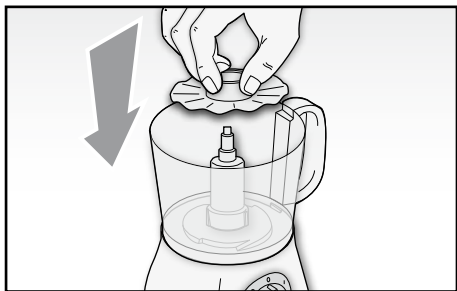

Fig. 6
- Nel caso invece si desiderasse montare albumi o panna, installare l'apposito accessorio (H) sul supporto lama (D) come mostrato in Fig. 6.